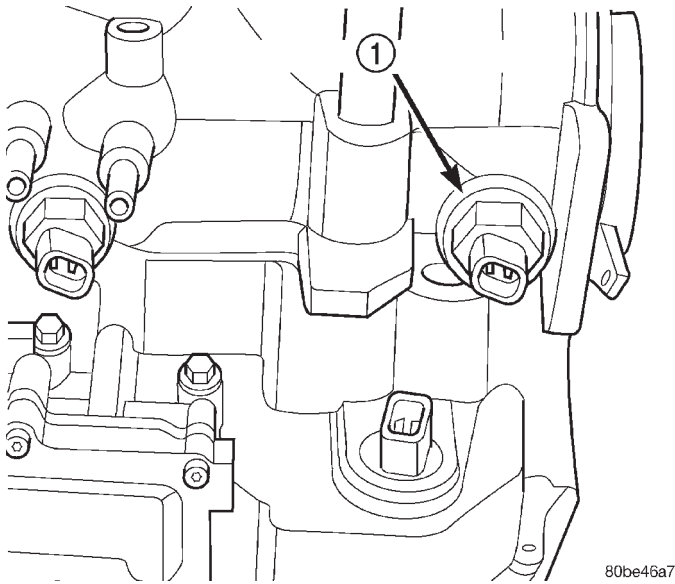

Fig. 297 Sensor de velocidad de transmisión
- (1) Desconecte el cable negativo de la batería.
- (2) Eleve el vehículo en el elevador.
- (3) Desconecte el conector del sensor de velocidad de transmisión.
- (4) Destornille y retire el sensor de velocidad de transmisión (Fig. 297).